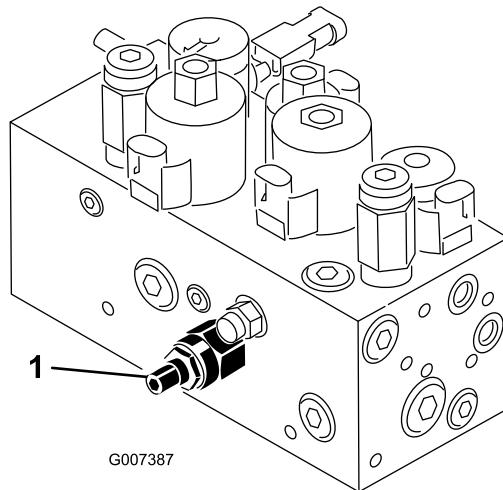

Bild 49
Der Hub-/Absenkungskreis der Schneideeinheiten ist mit einem Stromventil ausgerüstet (Bild 49). Dieses Ventil wird im Werk eingestellt. Zum Ausgleichen unterschiedlicher Hydrauliköltemperaturen, Mähgeschwindigkeiten und Anbaugeräte usw. müssen Sie dieses Ventil jedoch u. U. einstellen. Gehen Sie dabei folgendermaßen vor:
1. Klappen Sie den Sitz hoch und finden Sie das Hauptregulierventil für das mittlere Zuggestell (Bild 49), das sich neben dem Hydraulikverteiler befindet.